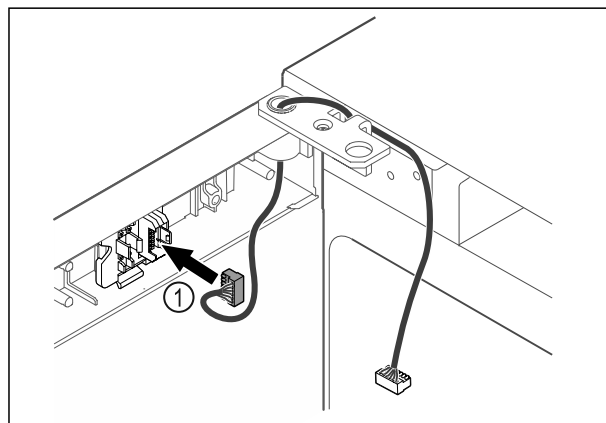

Fig. 46
- ▶ Wtyczkę Fig. 46 (1) należy włożyć w uchwyt wtyczki.